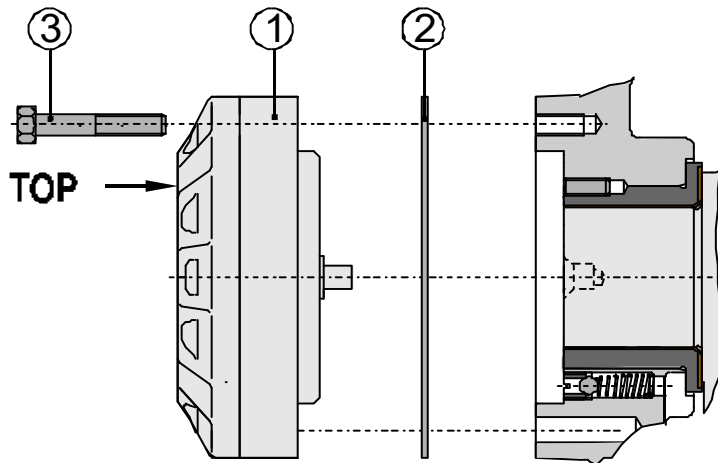
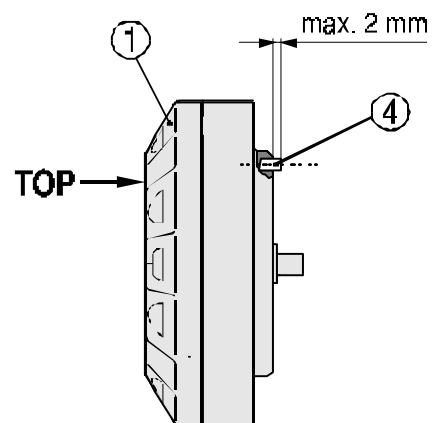
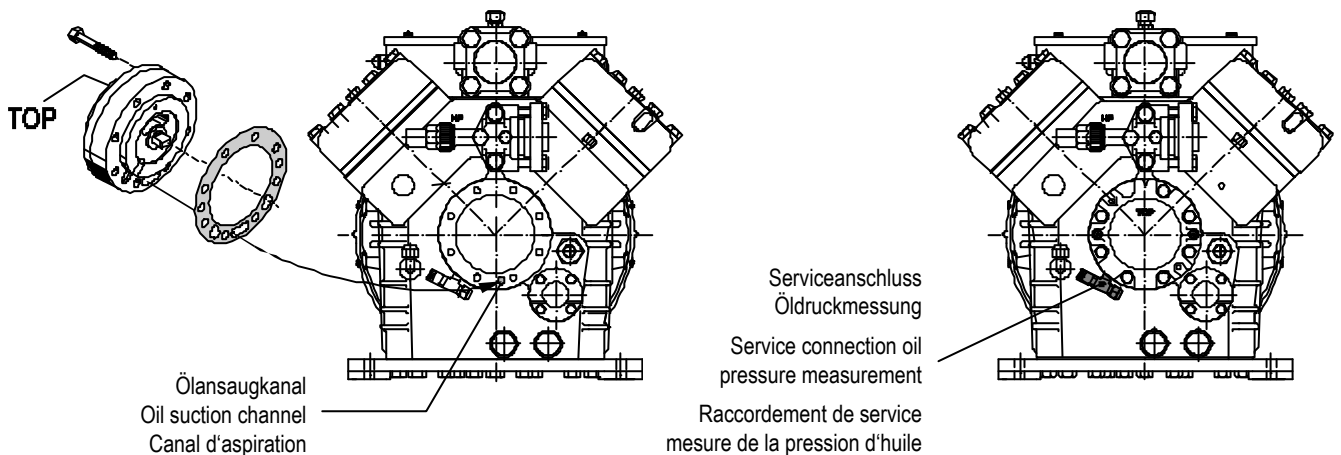

Bild 1 / Fig. 1 / Figure 1
Bild 3 / Fig. 3 / Figure 3
Bild 4 / Fig. 4 / Figure 4
Die Verdichtertypen HA/HG 4, HA/HG 5, O4 und O5 sind mit Gleitlagern ausgerüstet, die Spann- rülse - schwer (siehe Pos. 4, Lieferumfang) wird nicht benötigt. Montieren Sie die Ölpumpe unverändert (Bild 1).
Compressor types HA/HG 4, HA/HG 5, O4 and O5 are fitted with plain bearings. The heavy duty clamping sleeve (see fig. 4, scope of delivery) is not required. Install oil pump unchanged (fig. 1).
Les types de compresseurs HA/HG 4, HA/HG 5, O4 et O5 sont munis de paliers lisses, on n'a pas besoin de la douille de serrage (voir pos. 4, ampleur de livraison). Monter la pompe à huile sans aucune modification (fig. 1).
Für den Stützring und die Dichtung Lager ist die Spannhülse (4) als Verdrehsicherung erforderlich. Daher beiliegende Spannhülse (4) in Bohrung  $\varnothing$  4mm der Ölpumpe (1) bis zum Anschlag einschlagen. Die Spannhülse (4) darf max. 2mm aus der Ölpumpe herausstehen (Bild 3).
Clamping sleeve (4) is necessary as locking element for the support ring and bearing seal. Therefore knock the included clamping sleeve (4) into the bore dia. 4mm of the oil pump (1), as far as it will go. Clamping sleeve (4) may only protrude max. 2mm from oil pump (Fig. 3).
Pour la bague d'appui et le joint du roulement, la douille de serrage (4) est absolument nécessaire pour servir de protection contre la torsion. C'est pourquoi il faut enfoncer la douille de serrage (4) jusqu'à la butée dans l'alésage de  $\varnothing$  4mm de la pompe à huile (1). La douille de serrage (4) peut dépasser au maximum de 2mm de la pompe à huile (Figure 3).
- Ölpumpe (1) immer mit Bezeichnung TOP nach oben montieren.
- Dichtung Ölpumpe (2) darf Ölansaugkanal im Verdichtergehäuse nicht abdecken, auf freien Querschnitt achten (Bild 4).
- Befestigungsschrauben (3) gleichmäßig überkreuz anziehen. Schraubenanzugsmoment  $M = 34 \text{ Nm}$ .
- Always install oil pump (1) with the indication "TOP" at the top.
- The seal for oil pump (2) may not cover the oil suction channel in the compressor housing - ensure free passage.
- Tighten the fastening screws (3) evenly and cross-wise. Screwing torque  $34 \text{ Nm}$ .